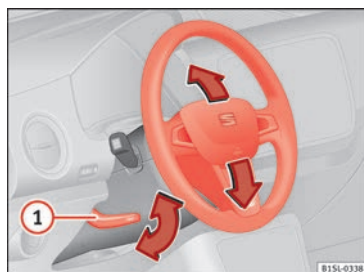

Fig. 17 Ajuste mecánico del volante.
- Mueva la palanca » » » **fig. 17** ① hacia abajo.